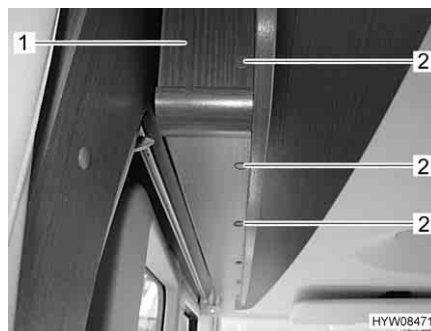

Fig. 95 Diaframma sul letto basculante
- Togliere tutti i coperchi di copertura (Fig. 95,2).
- Svitare tutte le viti (a intaglio) che si trovano sotto i coperchi di copertura e rimuovere il diaframma (Fig. 95,1).